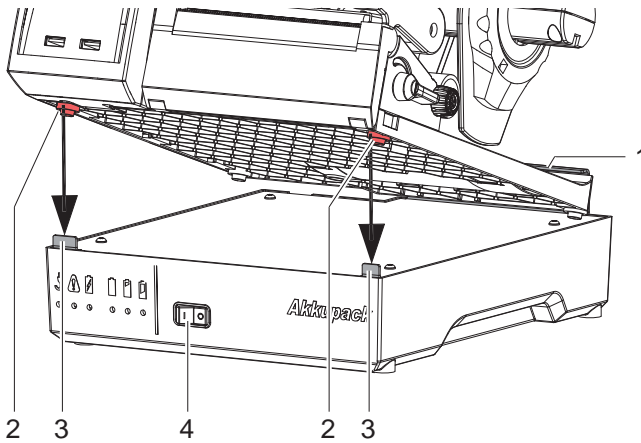
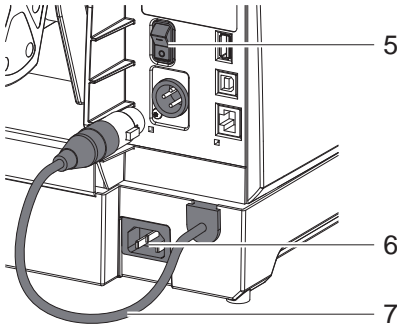

Bild 1 Montage
Bild 2 Anschluss
- ▶ Kabel (7) an Drucker anschließen.
- ▶ Netzschalter am Akkupack (4, Bild 1) und Drucker (5, Bild 2) einschalten.
- ▶ Netzkabel in Netzanschlussbuchse (7, Bild 2) stecken.